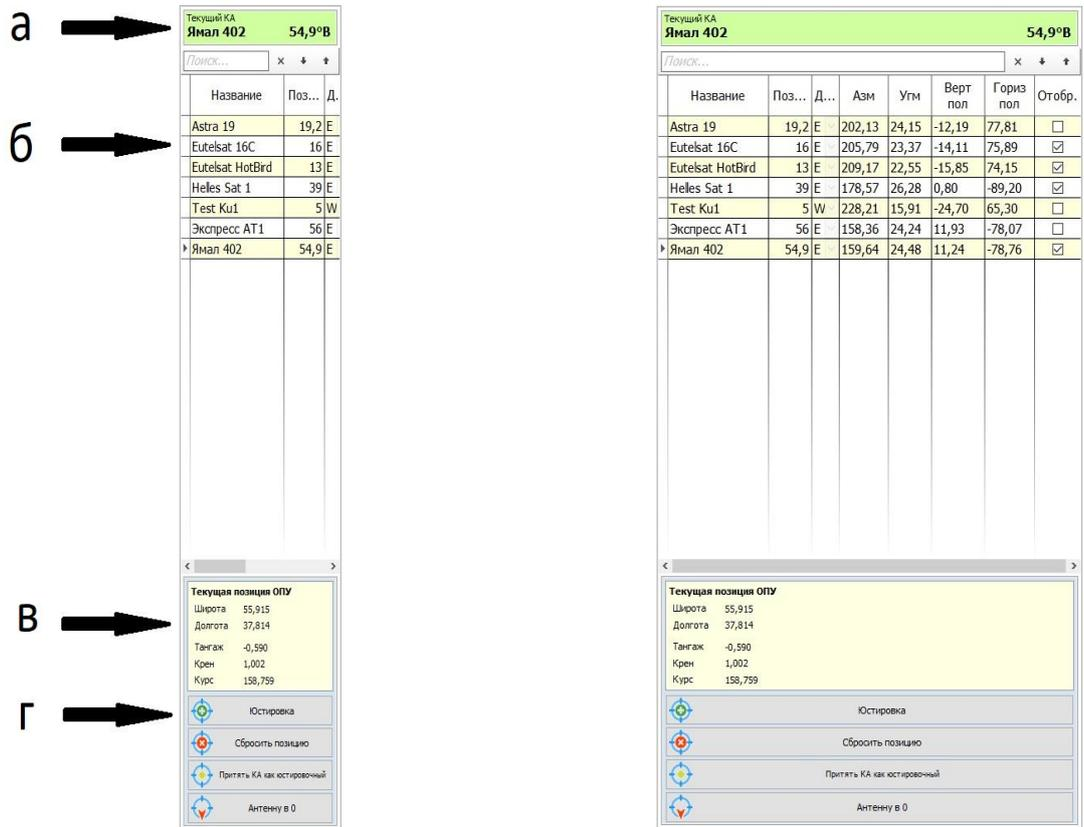

Рисунок 6.1.3 Вид панели выбора КА и юстировки
3) **Панель выбора КА и юстировки** (рисунок 6.1.3).